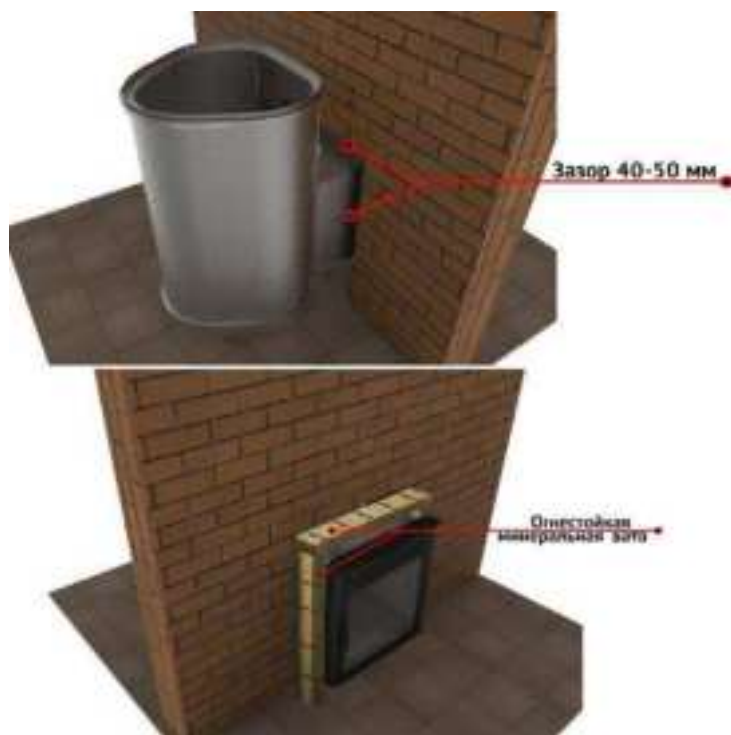

Рисунок 8.2.3. Схема установки печи «Сквозь стену»
**8.2.7.** Выкрутите шурупы-саморезы на передней панели и снимите фасад печи с полкой. Установите печь в парильное помещение на подготовленное основание тоннелем в стену (см. рис. 8.2.3. стр. 25). Уплотните пространство между тоннелем и стеной с помощью огнестойкой минеральной ваты. Установите портал на своё место и закрепите его.